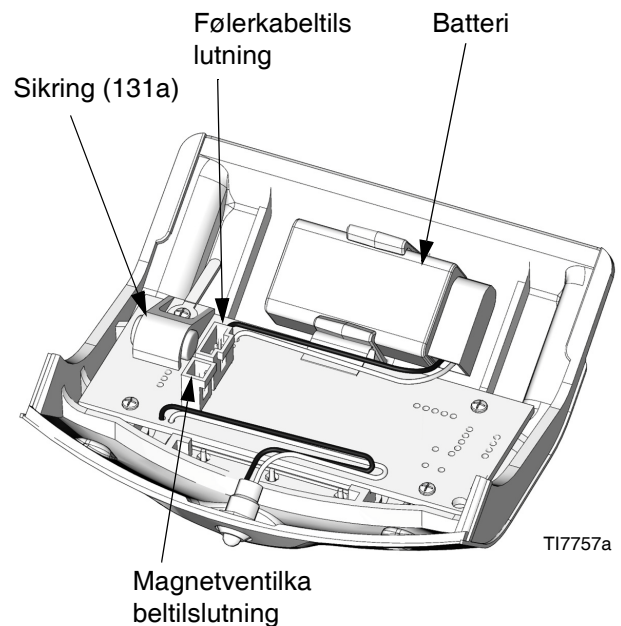

FIG. 5. DataTrak batteri- og sikringsplacering
2. Frakobl den løbskørende magnetventil og følerens kabler fra modulpanelet. Se FIG. 5.
3. Placer DataTrak modulet (131) et ufarligt sted.